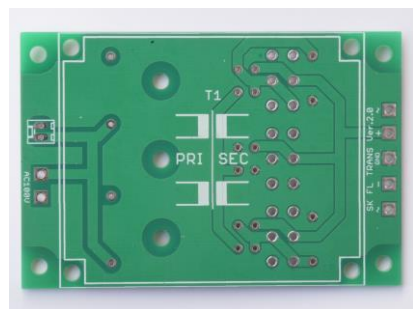
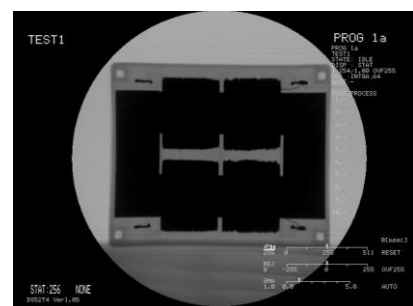
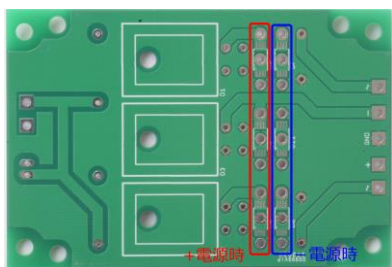
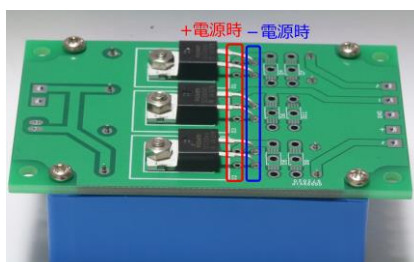

図1 SK\_FL\_TRANS 基板
図2 FL\_TRANS 透視写真
図3 NJD 7002 の取り付け
図4 SCS206 の取り付け
SK\_FL\_TRANS は、BLOCK 社 FL 10~30 電源トランス専用の整流基板です(図1)。FL シリーズはカットコアトランスです(図2)。帯域バランスの良い、クリアーな音を聞かせてくれます。
1. (整流するとき) NJD 7002: プラスに使用するときには図3の赤枠(取り付けられています)、マイナスに使用するときには青枠となります。リードにハンダブリッジができて構いません。確実にハンダしてください。SCS206 (または同形状のもの): 低頭ネジ M3×6 または小頭皿ネジ M3×8 をトランス取り付け面(図1に示す面)から挿入してネジ止めします。普通の皿ネジを使用するときは、基板を少しだけザグります。プラス時は図4の赤枠、マイナス時は青枠(取り付けられています)の穴にダイオードを挿入してハンダ付けします。